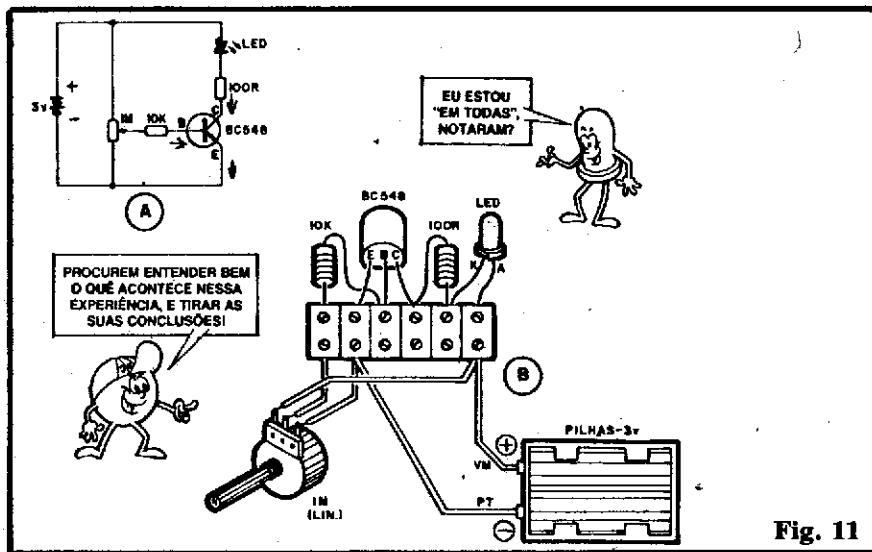

Fig. 11
- **FIG. 11-A** - Esquema do circuito/EXPERIÊNCIA. O transistor (no caso um NPN, tipo BC548...) apresenta, como "carga" de COLETOR, um LED (de cuja luminosidade poderemos inferir a CORRENTE nele circulando - ver "Aula" nº 5...), devidamente protegido pelo resistor de 100R (que limita a corrente máxima, de modo que nem o LED, nem o transistor, possam sofrer qualquer dano por sobre-carga). O terminal de BASE do transistor, para receber sua polarização, está primeiramente "defendido" pelo resistor de 10K (notar que com isso - VER LEI DE OHM - em nenhuma circunstância a BASE poderia receber corrente superior a 300uA, sob a tensão geral de alimentação de 3V...). Já a tensão real de polarização de BASE do transistor, pode ser determinada,
- **FIG. 11-B** - Diagrama de montagem do circuito/EXPERIÊNCIA. Observar com cuidado as ligações dos terminais do transistor (que não podem ser invertidas ou modificadas) do LED, a polaridade da alimentação (fios que vem das pilhas...), os valores dos resistores em função das suas posições na barra e, finalmente, as ligações do potenciômetro. Notar que este último é o único componente que deverá receber prévias ligações **soldadas** aos seus terminais, que
A EXPERIÊNCIA, então, comprova “ao vivo” a relação direta entre a corrente de COLETOR e a de BASE, conforme foi explicado no começo da presente “Lição”! É bom relembrar e definir bem: em **todo e qualquer** circuito onde esteja, o que um transistor faz é **SEMPRE amplificar corrente**, seja “radicalmente” (tudo ou nada, feito na fig. 7), seja proporcionalmente (ou linearmente, como na fig. 11).